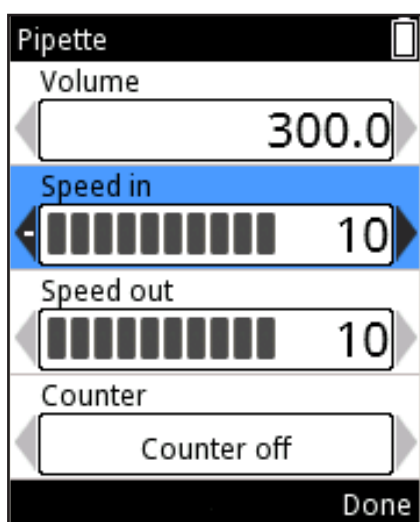

図 D8
2. 、 を使って、Speed in(スピードアップ)またはSpeed out(スピードダウン)をハイライトします(図 D8)。